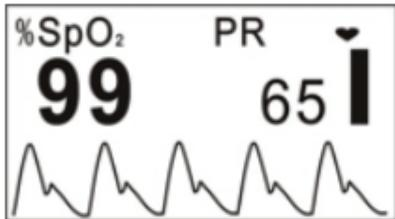
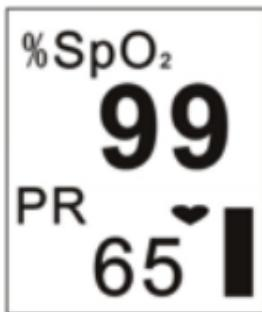
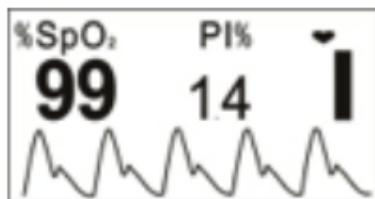
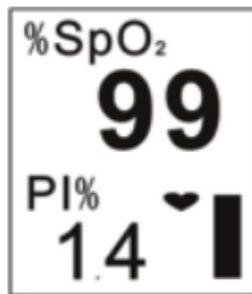

Figura 4
Figura 5
Figura 6
Figura 7
4. Successivamente entrare nella schermata di visualizzazione dei dati (come mostrato in Figura 4). L'utente può leggere i valori e visualizzare la forma d'onda dallo schermo di visualizzazione.
5. Quando il display è mostrato come nella Figura 4, premere il tasto Display per cambiare la schermata di visualizzazione
- Premere una volta il tasto Display, lo schermo del display (come mostrato nella Figura 4) sarà ruotato di 180°.
- Premere due volte il tasto Display, lo schermo del display sarà cambiato come mostrato in Figura 5.
- Premere il tasto Display tre volte, lo schermo del display (come mostrato nella Figura 5) verrà ruotato di 180°.
- Premere il tasto Display quattro volte, lo schermo tornerà allo schermo come mostrato nella Figura 4.
- Premere il tasto del display in modo circolare, lo schermo del display verrà commutato tra le due schermate (come mostrato nella Figura 4 e nella Figura 5) e le quattro direzioni verranno visualizzate alternativamente.
6. Premere a lungo Tasto Display (circa 2 secondi), verrà visualizzato lo schermo come mostrato nella Figura 6. Le differenze tra la Figura 6 e la Figura 4 sono le seguenti:
- Nella Figura 4, SpO₂ e frequenza cardiaca vengono monitorati e visualizzati sullo schermo.
- In Figura 6, SpO₂ e indice di perfusione vengono monitorati e visualizzati sullo schermo.
7. Quando sullo schermo viene visualizzato come mostrato nella Figura 6, premere il tasto Display in modo circolare, lo schermo del display verrà commutato tra le due schermate (come mostrato nella Figura 6 e Figura 7) e le quattro direzioni verranno visualizzate alternativamente.
8. La schermata di visualizzazione (come mostrato nella Figura 6 o Figura 7) tornerà allo schermo come mostrato nella Figura 4 o Figura 5 se non viene eseguita l'operazione entro 10 secondi.